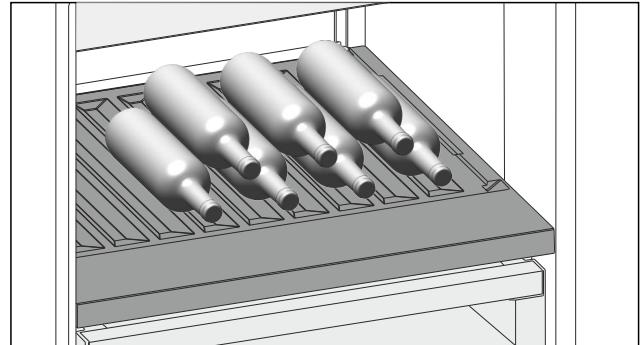

Fig. 87
- Flaschen mit dem Boden nach hinten zur Rückwand einlegen. (siehe Fig. 87)